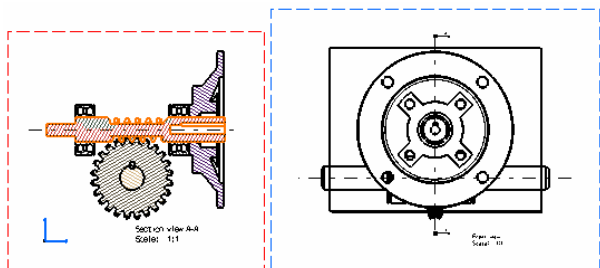
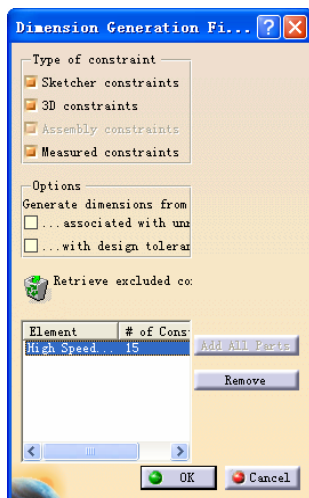

图 6-303
图 6-304
- 如果仅需要生成特定元素的尺寸，则在工程图中选择需要生成尺寸的各元素，选定的元素将添加到列表框中，如图 6-303 和图 6-304 所示。
» 步骤06 本例中，选择如图 6-303 所示的特定元素（High Speed Shaft）添加到列表框中。可以看到，Sketcher constraints（草图编辑器约束）和 3D constraints（3D 约束）选项处于活动和选定状态，如图 6-304 所示。